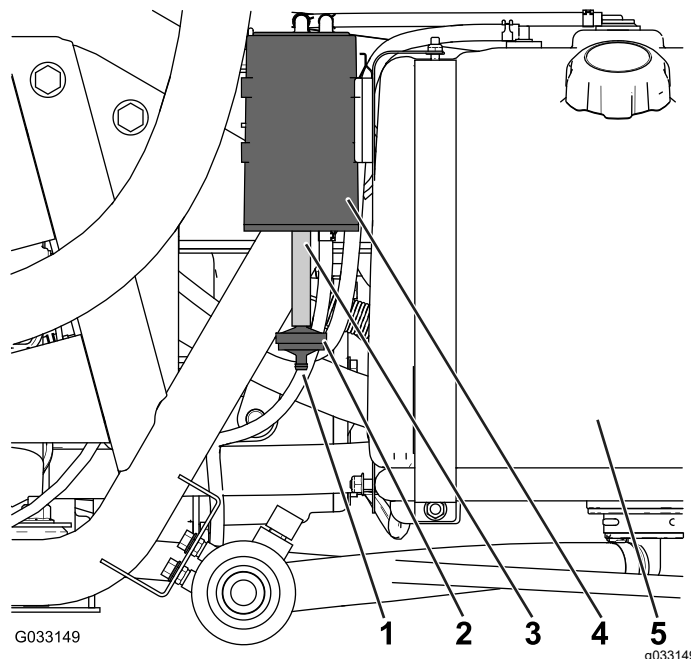

Figura 44
Verifique a abertura na parte inferior do filtro do ar no recipiente de carbono para se certificar de que está limpo e sem detritos e obstruções (Figura 44).
1. Retire o encaixe roscado do filtro do recipiente de carbono do tubo, na parte inferior do recipiente de carbono, e retire o filtro (Figura 44).